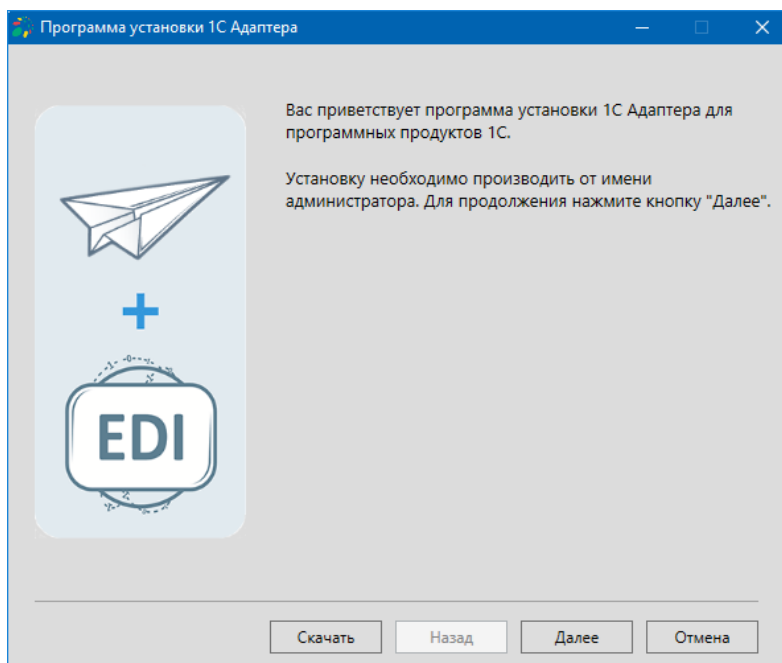

Рисунок 3 – Программа установки адаптера
3. После загрузки файлов откроется окно установки адаптера, позволяющее скачать архив адаптера или начать его установку. Рассмотрим вариант, что нужно скачать архив. Нажимается кнопка «Скачать» (рис. 3).
6. Рассмотрим вариант установки адаптера. Для продолжения установки, на приветственном окне (рис. 3) нажимается кнопка «Далее».